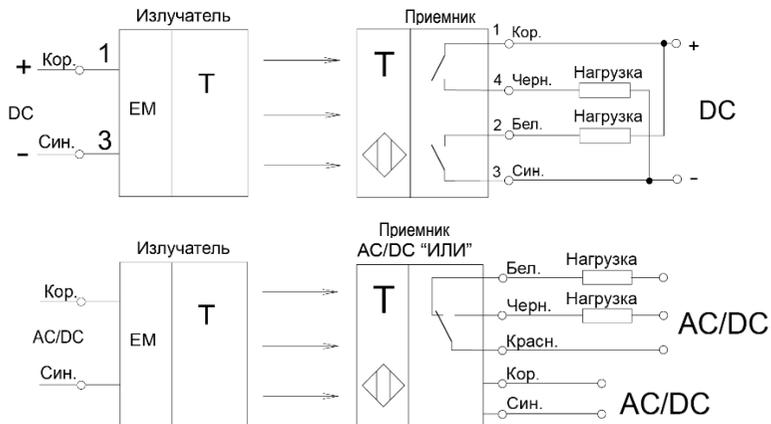

Рисунок 3 - Варианты схем подключения выключателей
3.11 Выключатели включаются в электрическую цепь по проводной схеме (Рис. 3). Соответствие выводов и схема подключения указаны в маркировке выключателя.